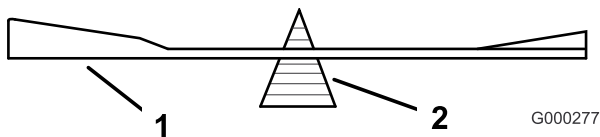
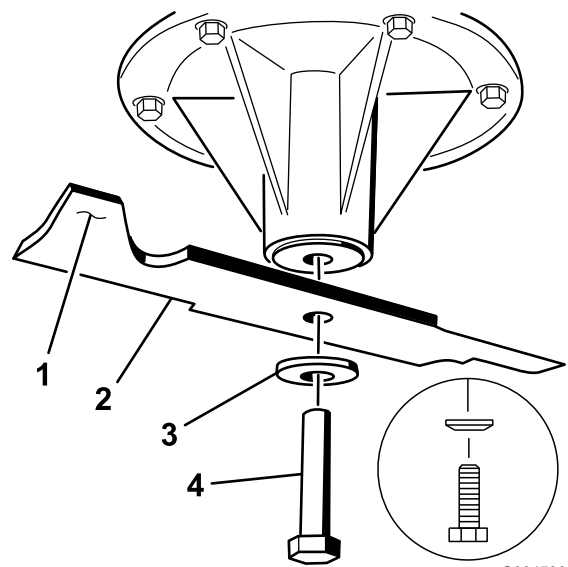

Figure 96
Figure 97
2. Vérifiez l'équilibre de la lame en la plaçant sur un équilibreur (Figure 96). Si la lame reste horizontale, elle est équilibrée et peut être utilisée. Si la lame est déséquilibrée, limez un peu l'extrémité de la partie relevée seulement (Figure 97). Répétez cette procédure jusqu'à ce que la lame soit équilibrée.
1. Placez la lame sur l'axe (Figure 97).
2. Mettez en place la rondelle élastique et le boulon de la lame. Le côté bombé de la rondelle élastique doit être dirigé vers la tête du boulon (Figure 97). Serrez le boulon à un couple de 115 à 150 Nm (85 à 110 pi-lb).